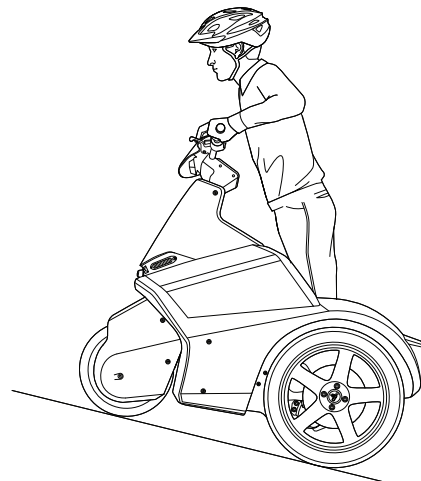

Ilustración 32: inclinarse hacia adelante al subir
- Inclínese ligeramente hacia adelante al subir (**ilustración 32**).